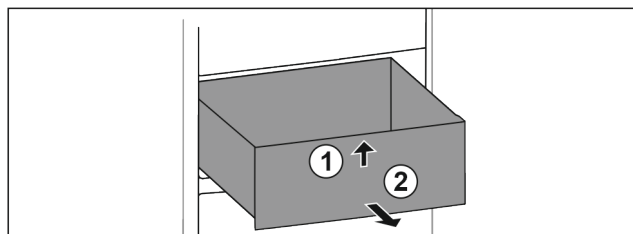

Fig. 17
- ▶ Повдигнете отпред Fig. 17 (1).
- ▶ Извадете напред Fig. 17 (2).